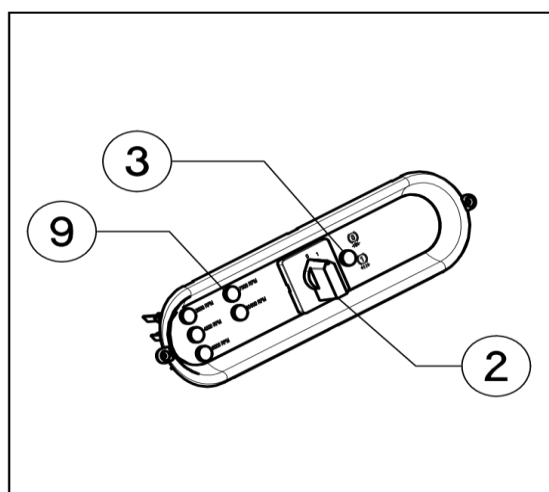
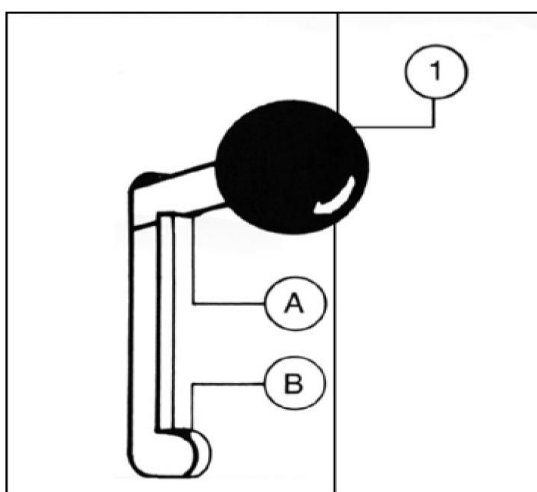

Fig.15
Fig.16
-Um die Maschine einsatzbereit zu machen, ist es wichtig zu prüfen, ob der Handgriff nach oben weist (Abb. 16 A) und der Brake Release-Schalter auf "0" (Abb. 15,2).
Gehen Sie folgendermaßen vor: Switch 2 (Abb. 15) auf "1" zu setzen, drücken Sie den Hebel (Abb. 28.1) auf "B". Als nächstes hat die Spindel manuell gedreht werden, um in seine Sperre anzuklicken.
Zurück zum Starten der Maschine muss der Bremse-Freigabe Schalter (Abb. 15,2) auf "0" und den Hebel (Abb. 16,1) auf "A" gesetzt werden. Vergewissern Sie sich, dass dem Fräsdorn freiläuft.